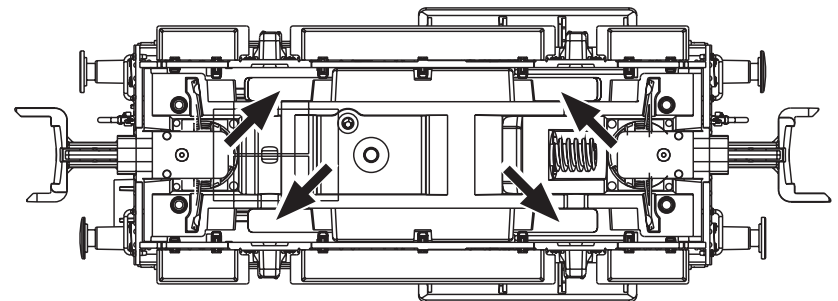

Fig. 4
1. Reinigung der Radstromkontakte: Radstromkontakte können auf unsauberen Schienen leicht verschmutzen. Entfernen Sie **vorsichtig** mit einem kleinen Pinsel **den Schmutz** an den in Fig. 4 gekennzeichneten Stellen.
1. Cleaning of wheel contacts: Wheel contacts easily get dirty on tracks which are not entirely clean. Use a small brush to **remove dirt** from spots marked in fig. 4.
Verwijder met een penseel het vuil van de in fig. 4 aangegeven plaatsen.